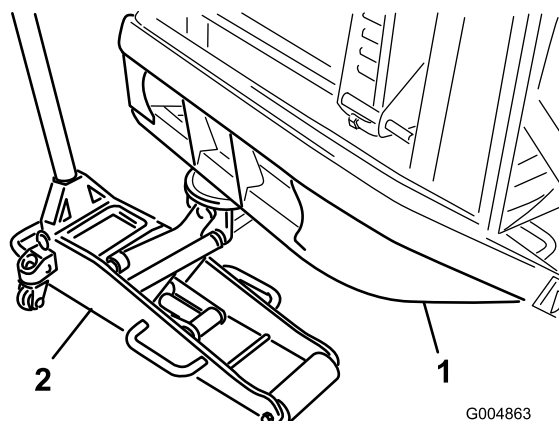

図 29
1. 後バンパーチューブの下に適当なジャッキをセットし、機体後部を持ち上げてスタンドで保持する 図 29。